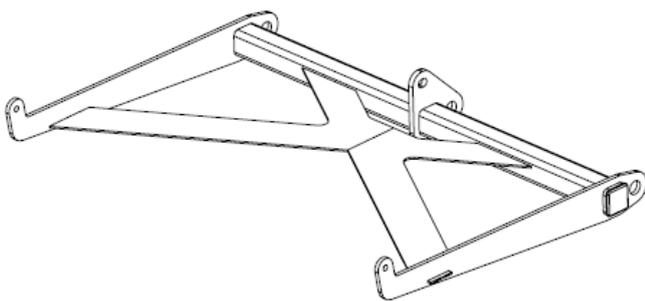

图 5. 放置回拉支架, 使连接标签朝上
2. 将回拉支架放好, 使连接标签朝上 (向着阵列)。参见图 5。